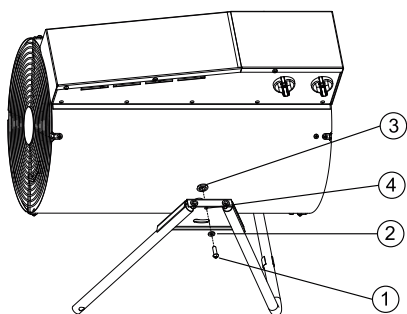

Рис.6
Установить тепловую пушку на заднюю решетку, как показано на Рис.6.
Совместить отверстие в опоре (4) с верхней резьбовой гайкой (3) на корпусе прибора и закрутить винт М6х20 (1) с шайбой (2) с обеих сторон теплоленты латора (Рис.6).